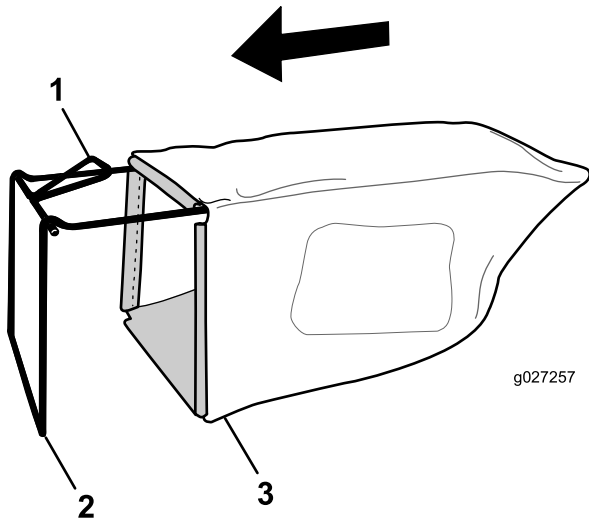

Figura 10
1. Coloque la bolsa de recogida sobre el bastidor, según se muestra en la Figura 10.
**Nota:** No coloque la bolsa sobre el manillar (Figura 10).